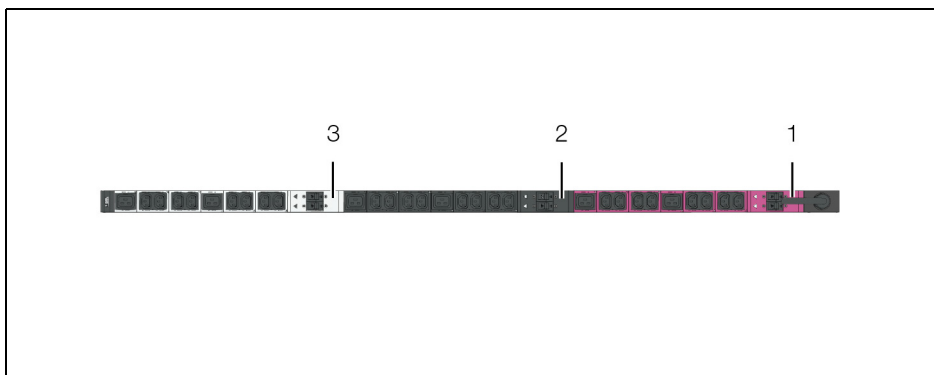

Рис. 12: Цветная маркировка отдельных фаз и розеток
На передней стороне PDU с помощью различных цветов показано соответствие розеток отдельным фазам (рис. 12).
- Фаза 1 (L1): розовый (рис. 12, поз. 1)
- Фаза 2 (L2): черный (рис. 12, поз. 2)
- Фаза 3 (L3): белый (рис. 12, поз. 3)